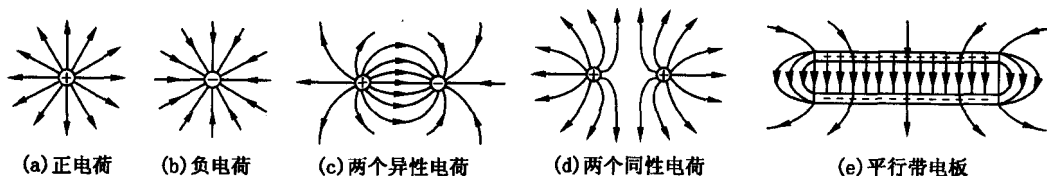

图 1-1-2 几种电场的电场线
(3) 在静电场中的导体, 其内部任一点的电场强度为零, 它表面上任一点的场强方向一定垂直于导体表面; 整个导体是一个等位体。
(4) 电场线是形象地表示电场分布的场强线, 见图 1-1-2。空间任一点上电场线的切线方向就是该点  $E$  的方向; 而电场线的疏密程度示出的是  $E$  大小。电场线有如下性质: 起始于正电荷, 终止于负电荷, 既不闭合, 也不中断; 电场线不会相交。